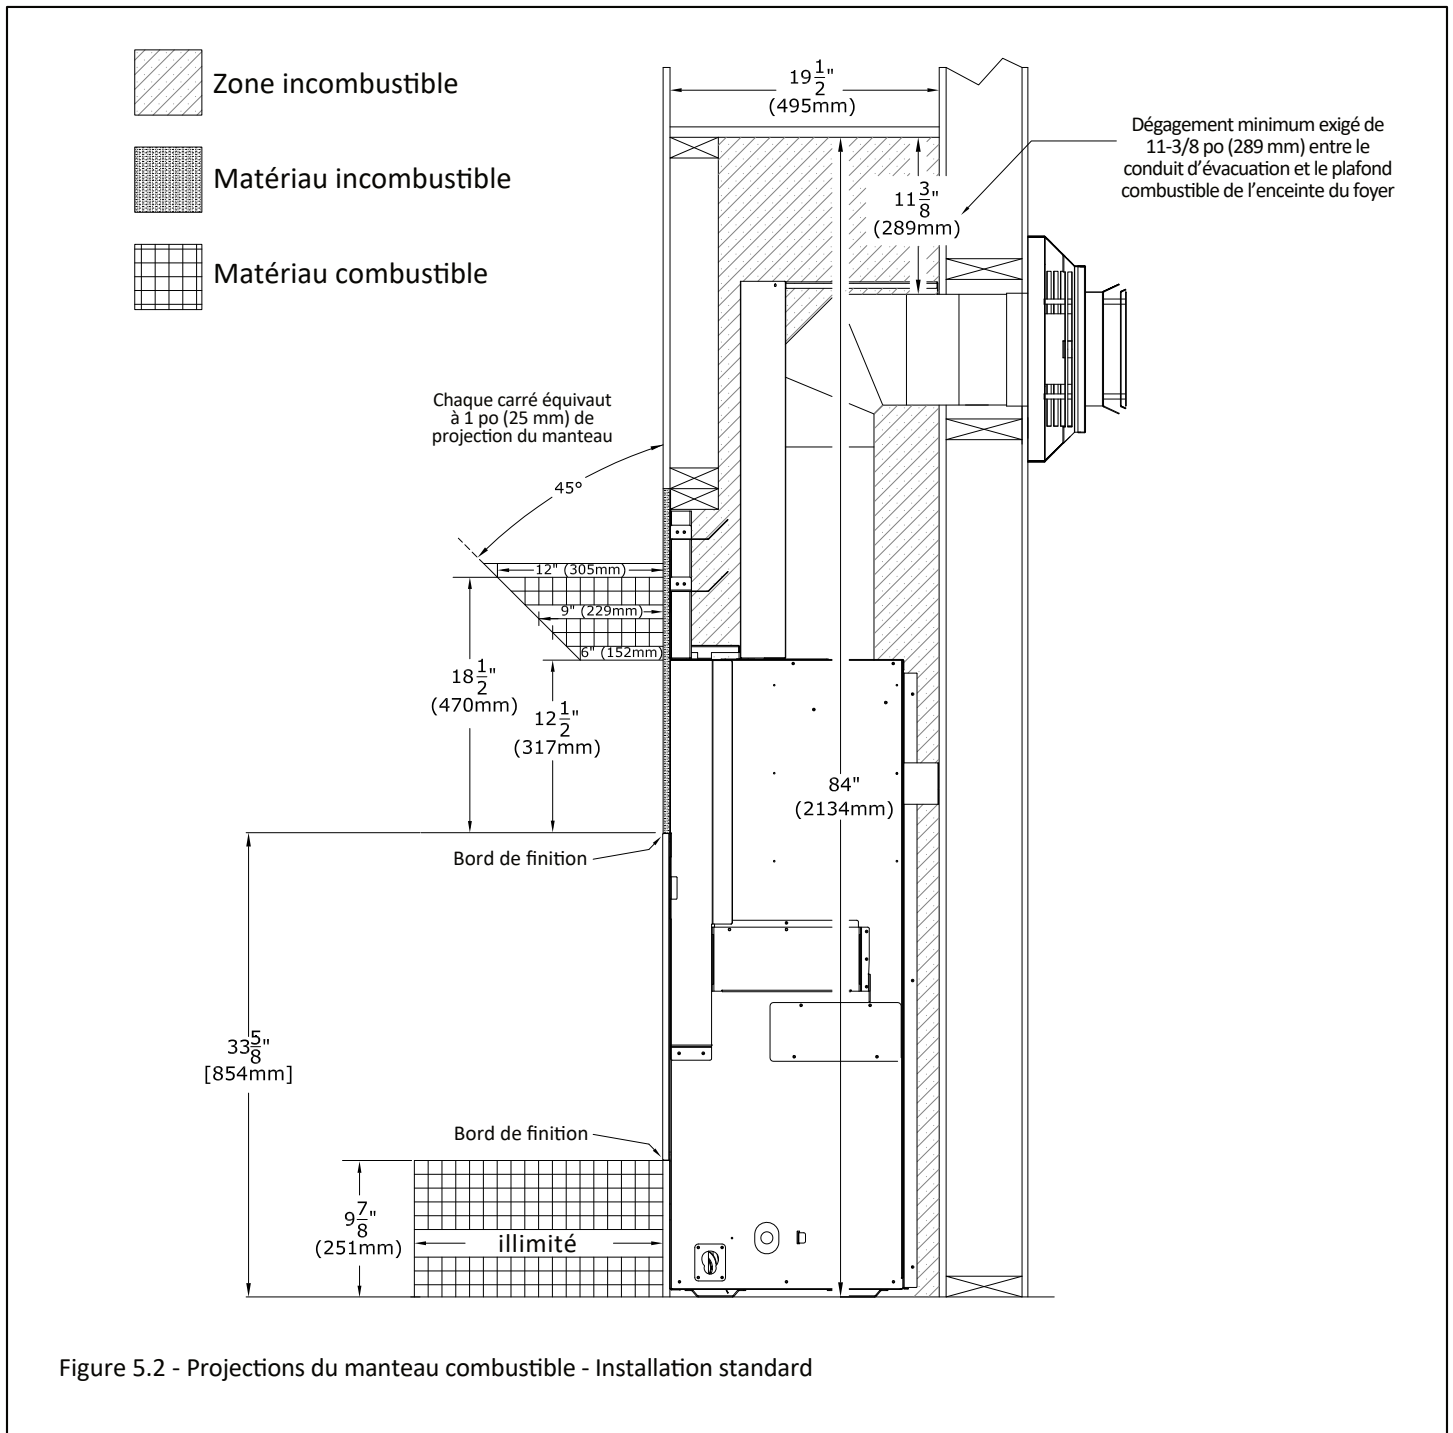

Figure 5.2 - Projections du manteau combustible - Installation standard
- Projection du manteau combustible : Comme la Figure 5.2 l'indique, un manteau ayant 6 po (152 mm) de projection peut commencer à 12-1/2 po (317 mm) au-dessus du bord de finition supérieur du foyer. La projection du manteau peut augmenter de 1 po (25 mm) pour chaque 1 po (25 mm) de hauteur additionnelle, à partir d'un manteau de 6 po (152 mm).
La Figure 5.2 montre les projections permises d'un manteau combustible de 6 po (152 mm) commençant à 12-1/2 po (317 mm) du bord de finition supérieur du foyer. Les dimensions montrées sont permises pour une installation standard. La projection du manteau peut augmenter de 1 po (25 mm) pour chaque 1 po (25 mm) de hauteur, à partir d'un manteau de 6 po (152 mm) de projection.